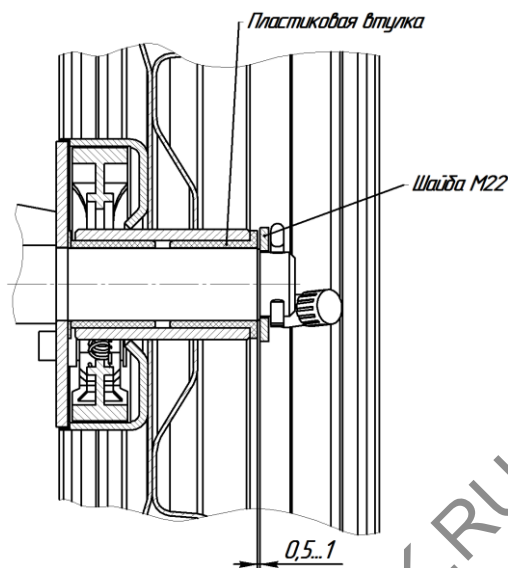

Рис.4. Регулировка зазора на колесе адаптера
5. Установите колеса на раму адаптера (рис.4) и зафиксируйте их шплинтами. Если зазор между шайбой М22 и пластиковой втулкой колеса (рис.4) более 1 мм, то для его уменьшения необходимо установить между ними шайбу М25 из комплекта поставки адаптера.
Произведите смазку оси колес, для этого капните несколько капель масла в зазор, согласно рис.4, излишки смазки удалите сухой ветошью и прокрутите колеса или демонтируйте колеса и смажьте вал и втулки (рис.4).